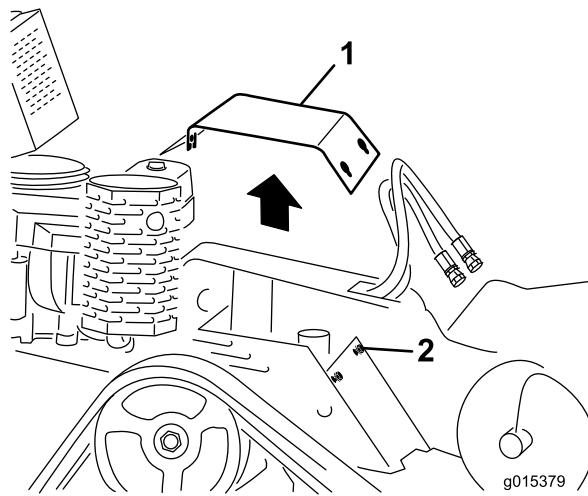

Рисунок 8
- Ослабьте один задний болт (3/8 x 1 дюйм) и два передних болта (3/8 x 1-1/2 дюйма), которые крепят верхнюю плоскую крышку к машине, и снимите крышку (Рисунок 8).
- Установите верхнюю плоскую крышку на машину (Рисунок 8) и затяните три болта (диаметром 3/8 дюйма) с моментом от 38 до 45 Н·м.